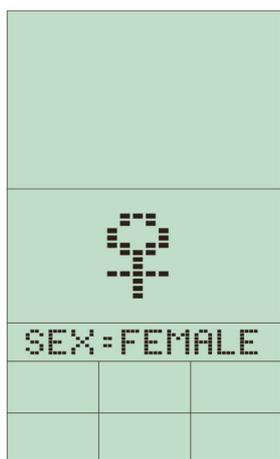

Figure 5
3. Pour configurer les paramètres personnels SEX (sexe ; male/masculin ou female/féminin), AGE (âge en années), HEIGHT (taille en cm) et WEIGHT (poids en kg), utilisez la molette de défilement et validez chacune de vos saisies en appuyant sur ENTER (fig. 5 - 8).